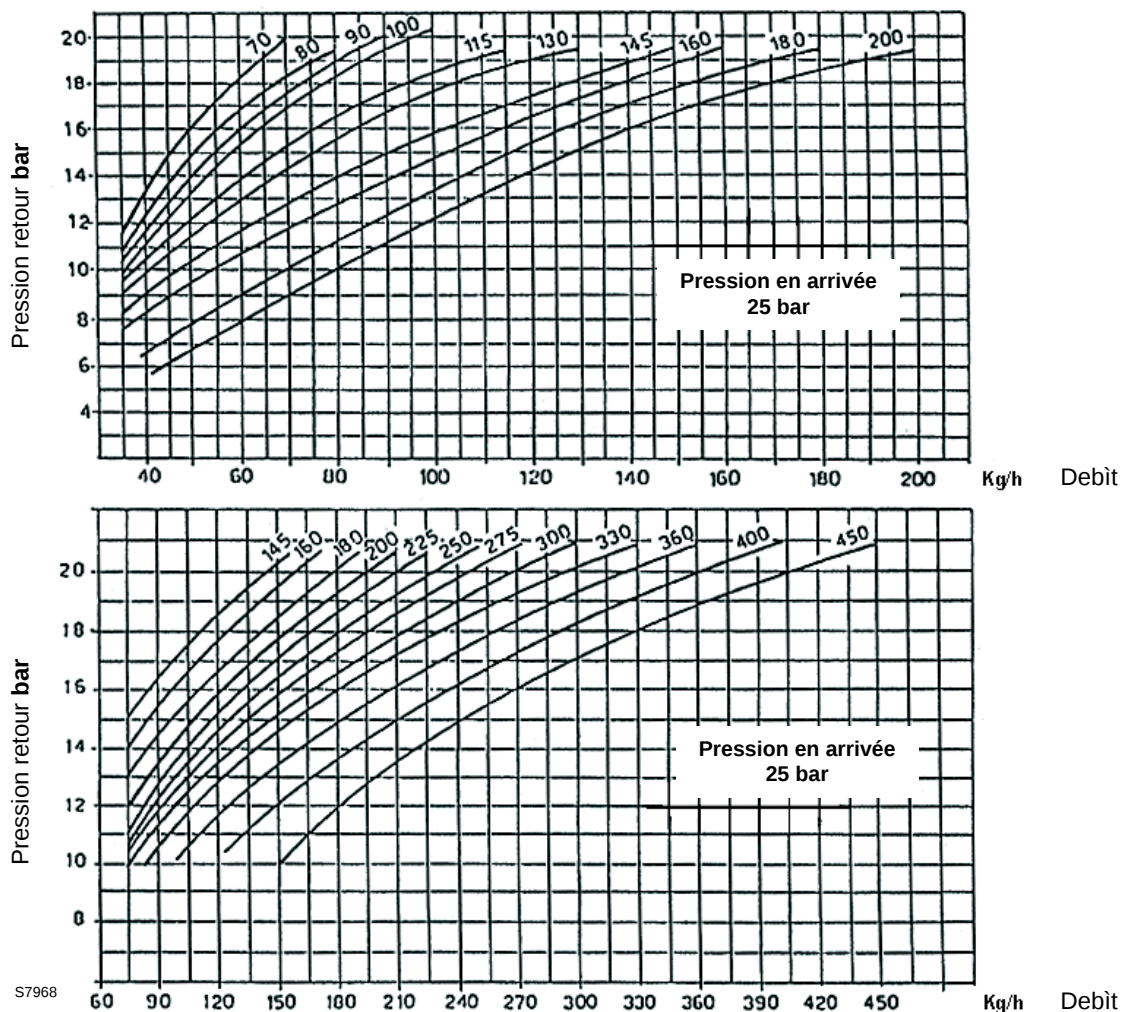

Fig. 10
- Pour obtenir un réglage correct, l'excentrique (8) doit travailler sur tout le champ d'excursion du servomoteur ($20^\circ + 130^\circ$): à chaque variation du servomoteur doit correspondre une variation de pression.
- Ne jamais porter le piston du variateur en butée; la bague d'arrêt (5) détermine la course maximum.
- Lorsque le réglage est effectué, vérifier manuellement qu'il n'y ait pas d'arrêts brusques entre 20° et 130° et que les pressions maximum et minimum correspondent à la pression choisie d'après le diagramme de la Fig. 10.
- - Si pour le débit maximum du gicleur (pression maximum sur le retour), on remarque des oscillations de pression sur le manomètre (3), baisser légèrement la pression jusqu'à les éliminer.